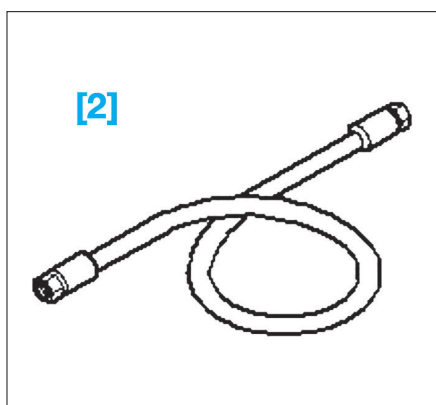

Fig. 29
- [2]. Jeu d'adaptateurs (réf VW 1402/6) (Fig.29).